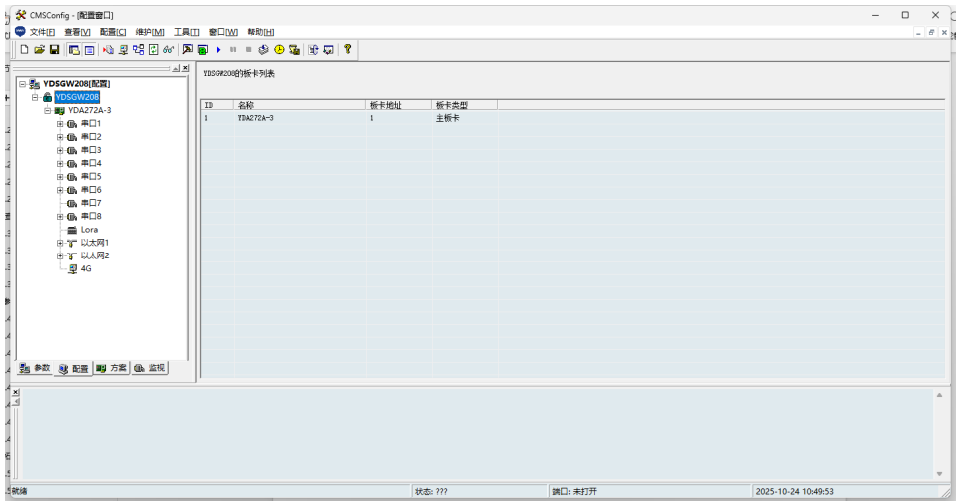

图 5-30 修改板卡配置信息
- 修改板卡配置信息：点击配置树的二级装置节点（图标），配置窗口显示 CMSYD2023 的板卡列表，如图 5-30 所示。